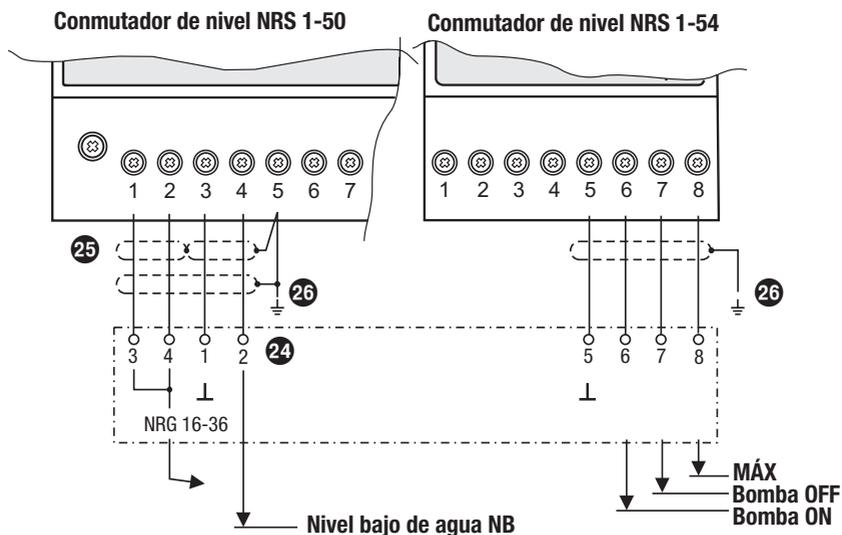

Fig. 8
Ocupe las regletas de bornes conforme al esquema de conexiones. **Fig. 8.** Conectar los blindajes al borne 5 y al punto central de toma de tierra (**ZEP**) del armario de distribución.
3. Asignar los bornes de conexión conforme al esquema de conexiones **Fig. 8** y la **Tabla de funciones Pág. 10**